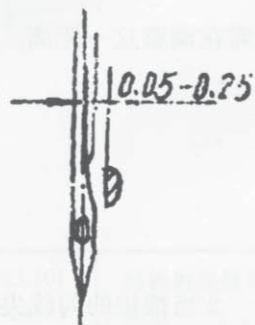

图4 梭尖平面与机针间隙
3.当摆梭尖运动到机针中心时梭尖平面与机针缺档部的间隙应为0.05-0.25mm（见图4）